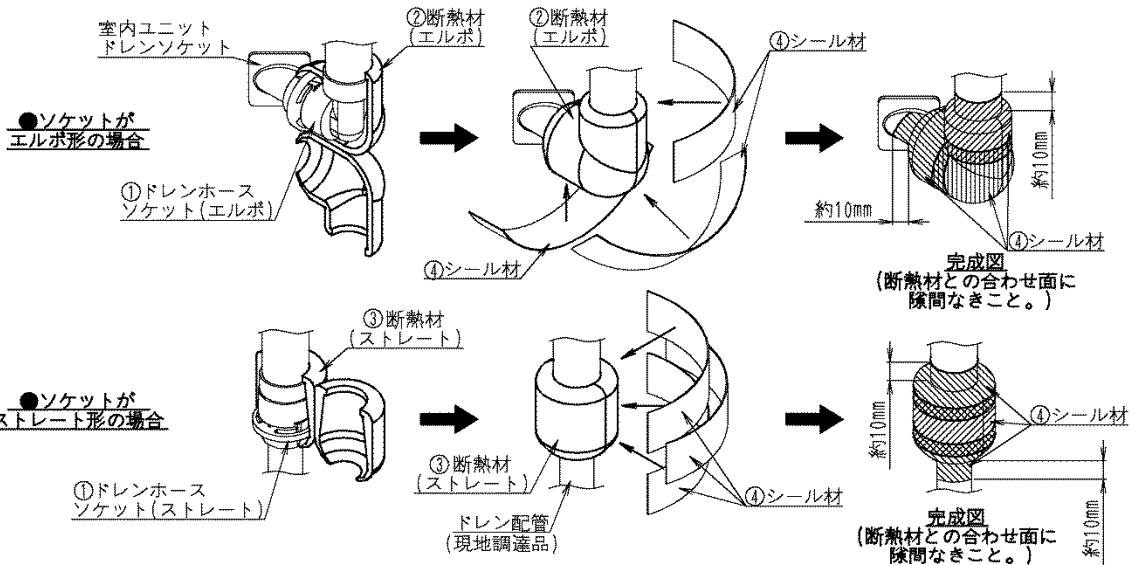

図6
③ 断熱材の取付け
(5) 排水確認後、②断熱材(エルボ)又は③断熱材(ストレート)を取り付けてください。
- ・取付時は、④シール材(各3枚)を用いて②③断熱材の合わせ面、②③断熱材と室内ユニットドレンソケットやドレン配管(現地調達品)との間に、隙間がないように約10mmの貼付けシロを目安に貼り付けてください。(図6参照)(隙間があると結露の原因になります。)
- (6) 室内ユニットに付属の断熱材を用いて、室内ユニットドレンソケットに断熱処理をしてください。(貼付時は、室内ユニット付属の据付説明書等を参照してください。)